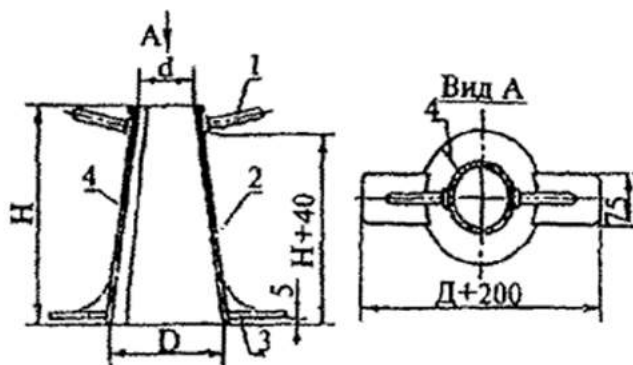

Рисунок 1 - Конус для определения подвижности
- конус нормальный или увеличенный (рисунок 1);